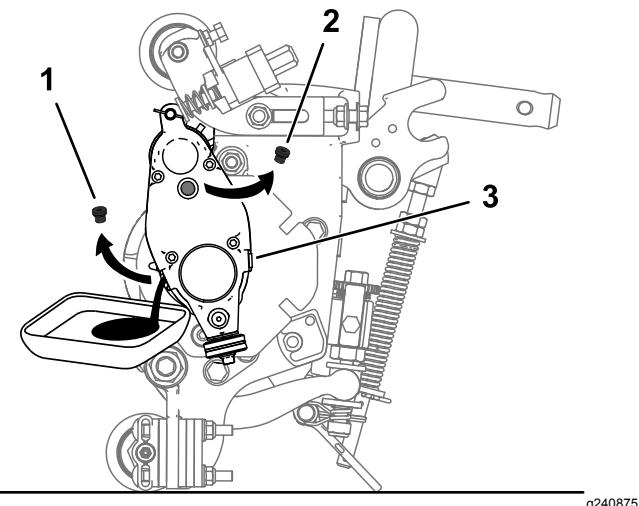

Figura 24
5. Inclinete l'apparato di taglio all'indietro sopra il cavalletto fino a quando il foro di spurgo non si trova nella parte inferiore, per garantire uno spurgo completo (Figura 24).